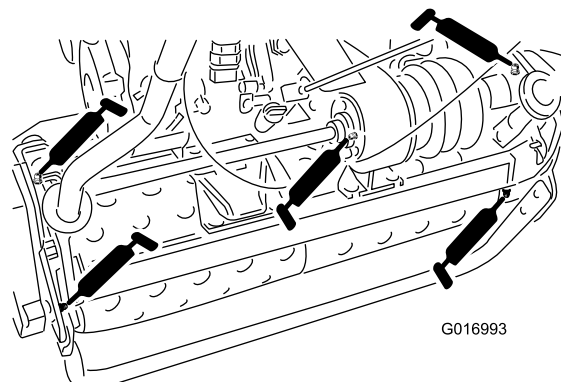

Figura 22
- 2 en los ejes del tambor (Figura 22)
- 3 en el diferencial (Figura 22)